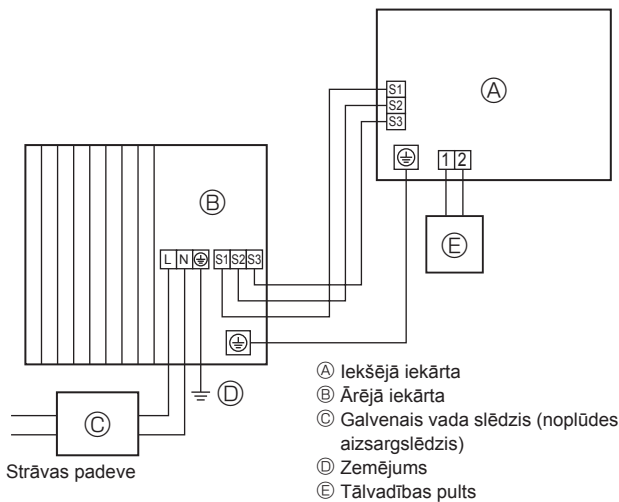
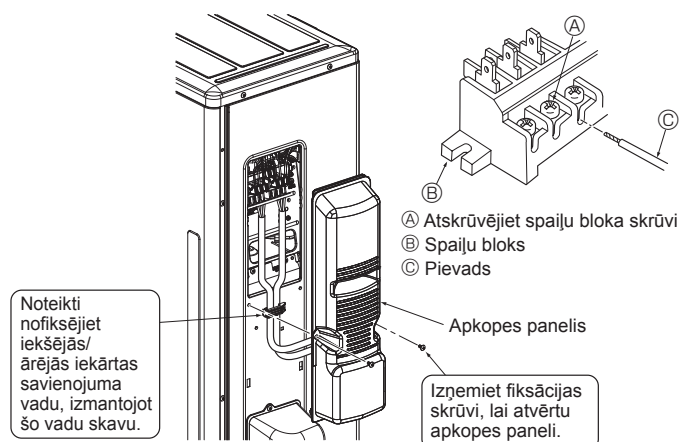
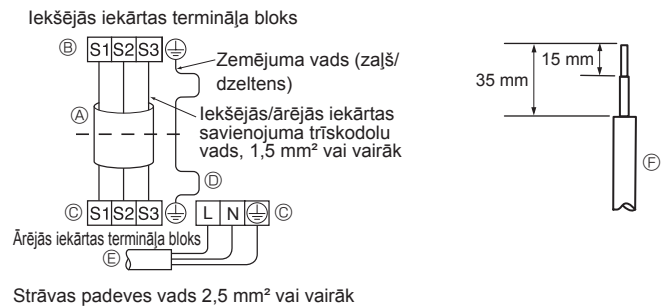

Fig. 6-1
Fig. 6-3
Fig. 6-2
6.1. Ārējā iekārta (Fig. 6-1, Fig. 6-2, Fig. 6-3)
- ① Noņemiet apkopes paneli.
- ② Kabeļu vadojumam ir jāatbilst norādēm šādos attēlos Fig. 6-1, Fig. 6-2 un Fig. 6-3.
- Vadojums jāuzstāda, ievērojot norādes attēlā apakšējā kreisajā pusē. (Kabelis ir jāiegādājas pašiem) (Fig. 6-2)
- ④ Zemējuma vadam vienmēr jābūt garākam par citiem kabeļiem.
- ⑤ Strāvas padeves vads
- ⑥ Pievads